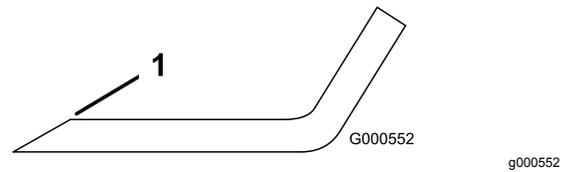
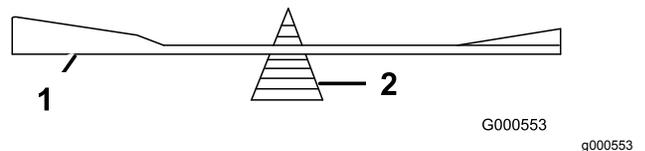

Figura 52
Figura 53
1. Utilice una lima para afilar el filo de corte en ambos extremos de la cuchilla (**Figura 52**). Mantenga el ángulo original. La cuchilla permanece equilibrada si se retira la misma cantidad de material de ambos bordes de corte.
2. Verifique el equilibrio de la cuchilla colocándola sobre un equilibrador de cuchillas (**Figura 53**). Si la cuchilla se mantiene horizontal, está equilibrada y puede utilizarse. Si la cuchilla no está equilibrada, rebaje algo el metal en la parte de la vela solamente con una lima (**Figura 52**). Repita este procedimiento hasta que la cuchilla esté equilibrada.